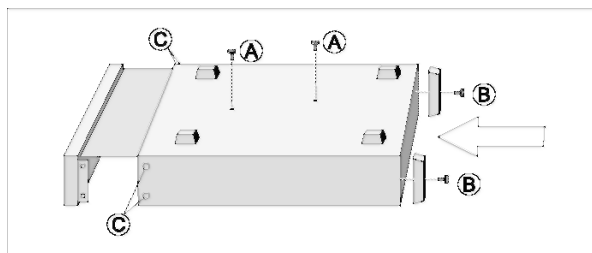

Рис. 4-5. Выверните винты и выдвиньте стандарт частоты из-под крышки
- Переверните прибор вверх дном. См. рис. 4-5.
- Наденьте крышку обратно на прибор. См. рис. 4-5.
- Закрепите скобы винтами, входящими в комплект набора, на левой и правой стороне панели, как показано на рис. 4-5.